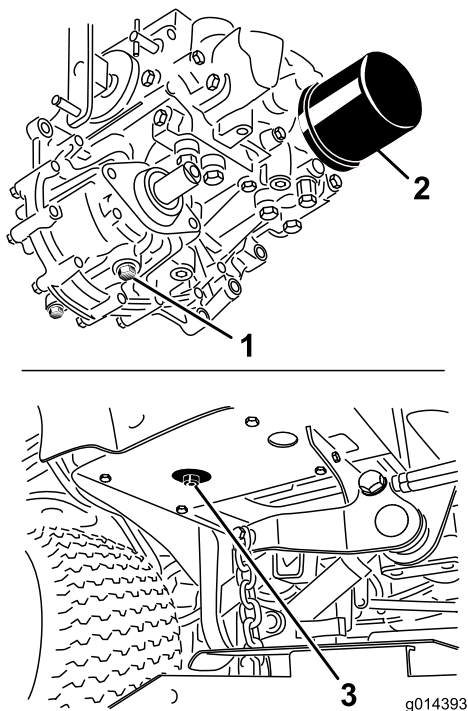

Figure 43
3. Placez un grand bac de vidange sous le réservoir hydraulique et le carter de transmission, et enlevez les bouchons pour vidanger tout le liquide hydraulique (Figure 43).
4. Nettoyez la surface autour du filtre à huile hydraulique et enlevez le filtre (Figure 43).